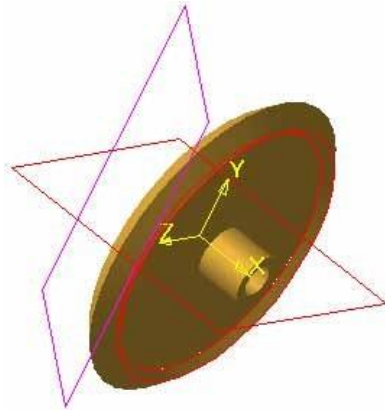

Рисунок 7.5 – Розташування поверхонь на моделі
- Вкажіть поверхню, до якої будуюмо дотичну площину, потім вкажіть площину, з якої буде перетинатися дотична площина (у нашому випадку це площина **ZX**, яку зручніше за все вказати в дереві побудови) (рис. 7.5).